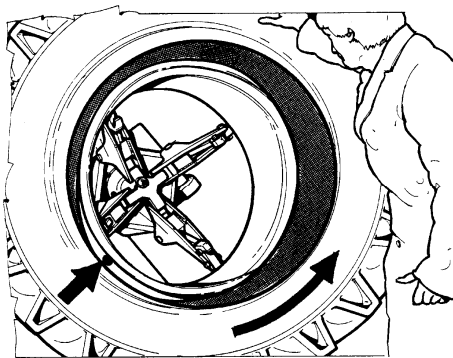

Abb.49
10. Den Montagehaken wie in Abb.49 positionieren. Die Spitze des Montagehakens muß nach oben und von außen jeweils ca. 2-3 cm (1") vom Felgenhorn entfernt sein.